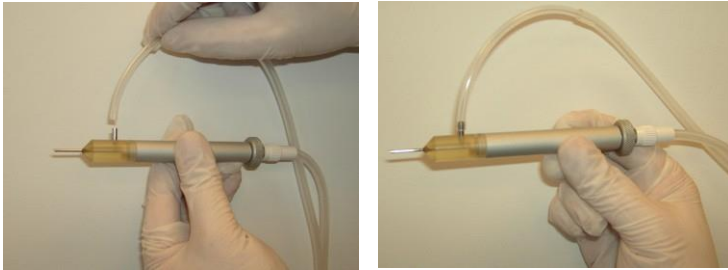

Figura 3-83. Conexión del extremo distal del tubo de implante al cabezal del implantador
7. Conecte el extremo distal del tubo de implante al puerto de succión del cabezal del implantador, como se muestra en la Figura 3-83.